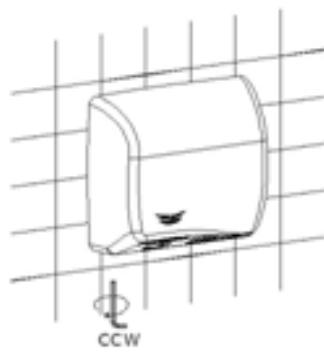

Fig. 9.
6. Drehen Sie die Befestigungsschrauben mit dem mitgelieferten Spezialschlüssel gegen den Uhrzeigersinn (CCW) fest (siehe Abbildung 9).